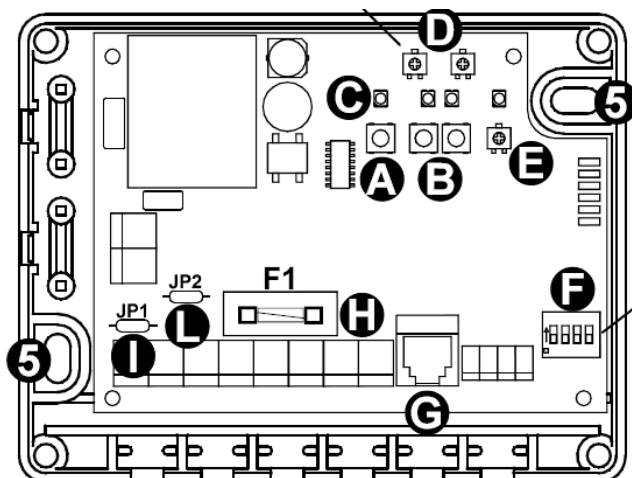

Fig.2: Basisenhedens printkort
- ♦ Tryk på kontakten 'A' (se fig 2), og *hold den nede*.